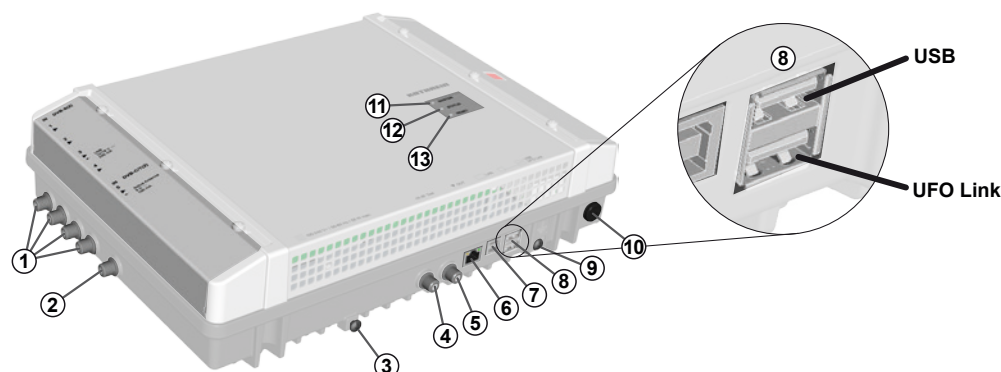

Fig. 1: Elementi dell'apparecchio
1. Collegare un conduttore di compensazione del potenziale (Cu, $\geq 4 \text{ mm}^2$) sulla vite di messa a terra; vedere ⑨ in Fig. 1, pag. 3.
- Le spine devono essere inserite nelle interfacce UFO Link adatte del master e dello slave (⑧ in Fig. 1).
4. Collegare le linee di segnale AF per l'antenna, la rete via cavo e l'uscita alle testate; vedere ①, ② e ⑤ in Fig. 1, pag. 3.